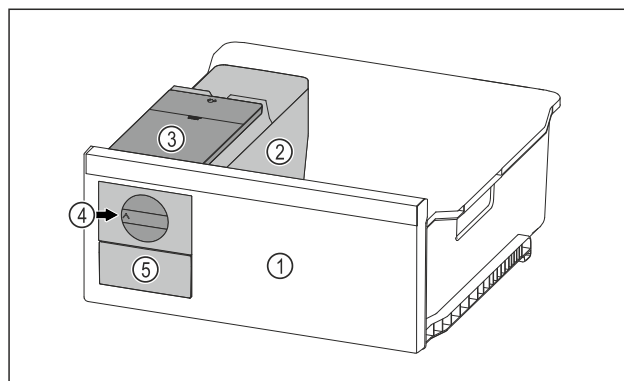

Fig. 108 Reprezentare exemplificatoare
- ▶ Rotiți butonul rotativ Fig. 108 (4) în sens orar până la opritor.
- ▶ Cuburi de gheață cad din tava pentru cuburi de gheață în sertarul pentru cuburi de gheață Fig. 108 (5). Dacă nu sunt extrase toate cuburile de gheață din tava pentru cuburi de gheață: